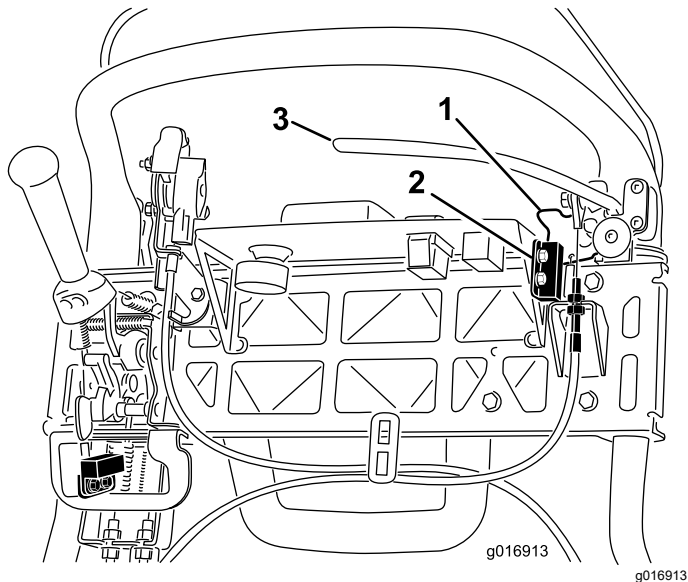

Figure 38
4. Desserrez et retirez les fixations du contacteur de sécurité (Figure 38).
5. Placez une cale de 1,6 mm d'épaisseur entre le verrou du frein de stationnement et le contacteur de sécurité (Figure 38).